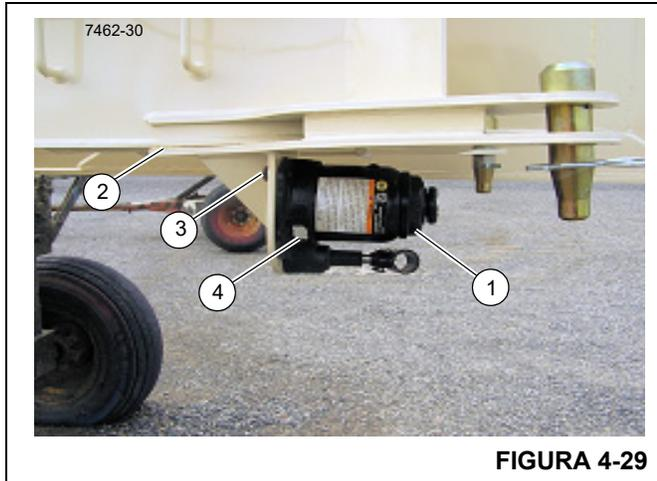

FIGURA 4-29
Remova o macaco (1, Figura 4-29) da lança do jib (2) removendo os três parafusos e arruelas lisas (3, Figura 4-29).
1. Com a guia completamente abaixada e o pistão pressionado, coloque o macaco em sua posição nivelada vertical e remova o bocal de enchimento de óleo (4, Figura 4-29).
2. Para drenar o óleo, remova o bocal de enchimento (4, Figura 4-29).